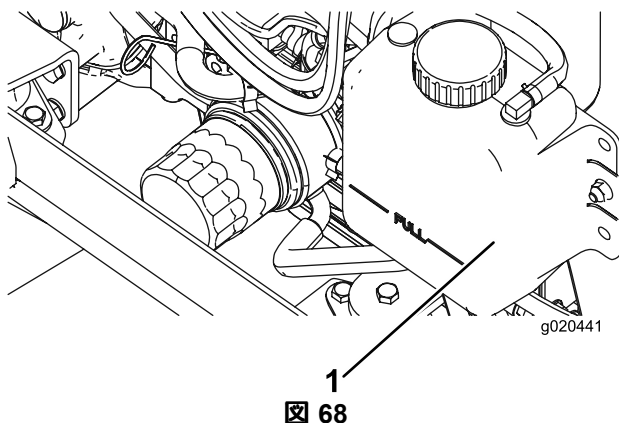

図 68
1. ラジエーターと補助タンクのふたを注意深く開ける 図 68。